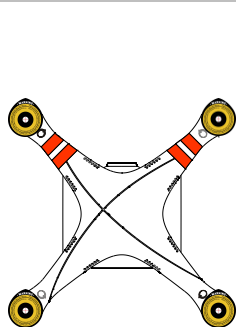

图 2-1
- （图 2-1）初次安装螺旋桨前，请阅读电机上的小纸片说明，然后移除它们。